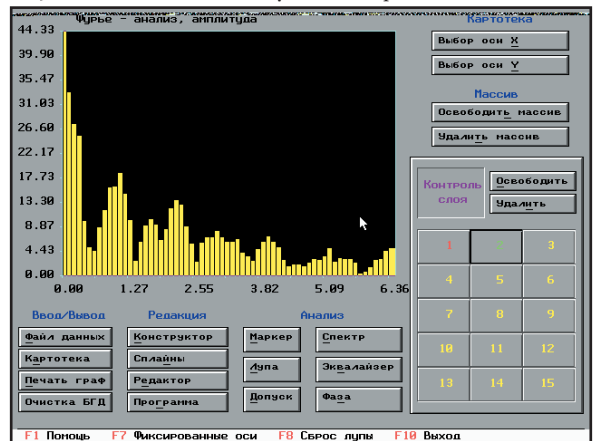

Рис. 7. Амплитуды гармоник спектра входного сигнала
**Анализатор спектра.** Для расчета используется один из методов БПФ. Число гармоник от 2 до 1024. Анализатор позволяет получить амплитуды и фазы гармоник спектра, а также коэффициенты Фурье разложения входного сигнала. Полученные данные могут быть использованы для гармонической аппроксимации этого сигнала (рис. 7).